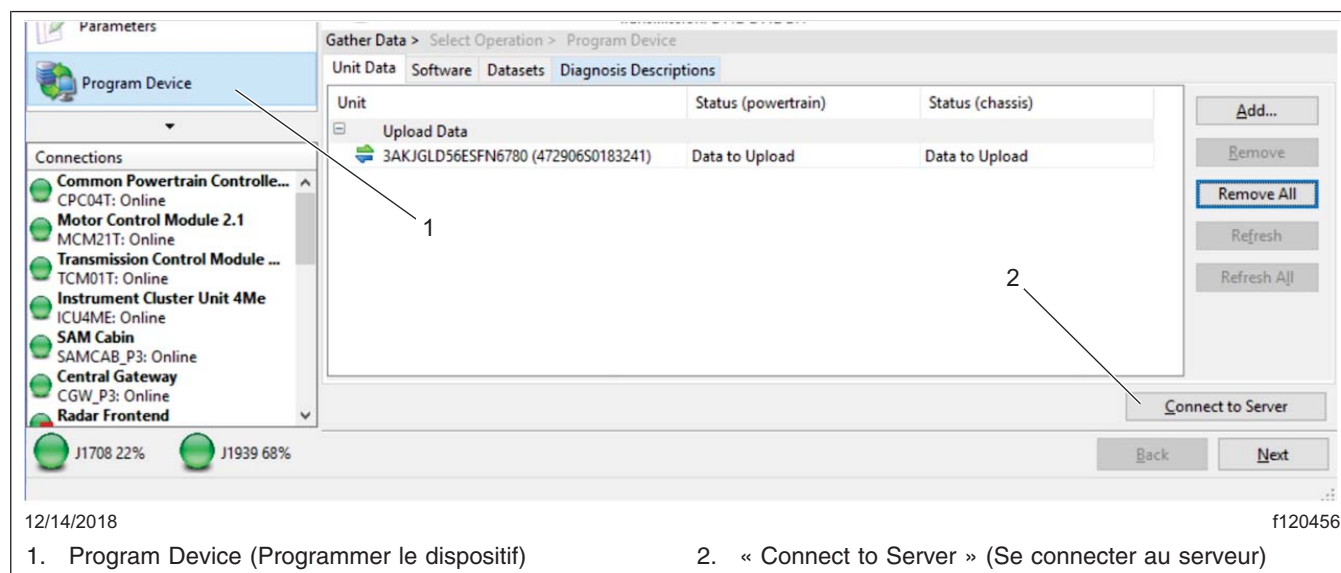

Fig. 5, Téléchargement des paramètres du véhicule
- Sélectionnez « Program Device » (Programmer l'appareil). Il devrait y avoir des données à télécharger. Cliquez sur « Connect to Server » (Se connecter au serveur) pour télécharger les paramètres du véhicule sur le serveur. Reportez-vous à la figure 5.